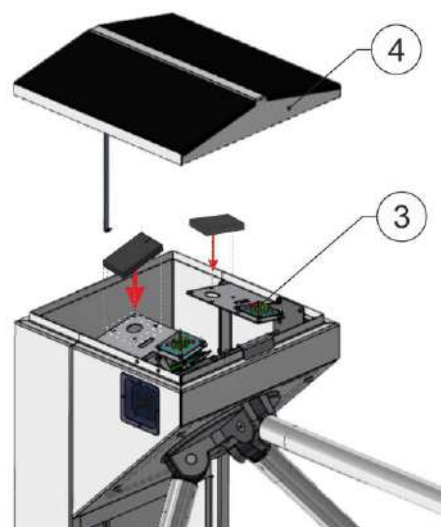

Рис. 20 – Установка считывателя в турникет-трипод
- В турникетах «CENTURION-M», «TWIX-M», «SKULL-M» и «BASTION-M» считыватели устанавливаются на специальный, регулируемый по высоте кронштейн, который расположен под крышкой **4** рядом с световым табло индикации **3** (Рис.20).